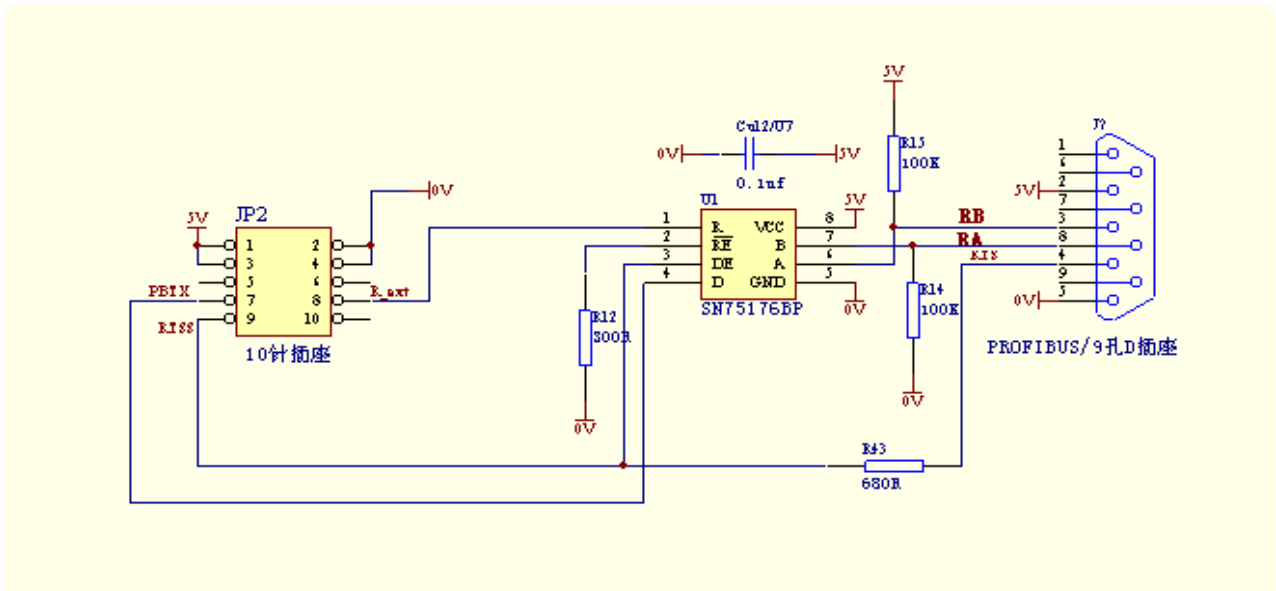

图 1: 外接口转接板原理图
(2) 如果 PROFIBUS 的 D 型插头与 PB-OEM2-SE 模块之间需要更长的引线，可以从模块上的 10 针插头引出；此时需要采用**外接口转接板**。
(3) **外接口转接板**通常需要用户根据产品结构自主制作，**外接口转接板**原理图如图 1 所示。其中 SN75176BP 可使用 TI 公司产品，是一种非常大众化、易购买的芯片。**外接口转接板**结构尺寸通常与用户产品结构相关，用户可根据需要自行制作，也可以从鼎实科技公司购买。